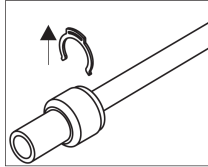

Fig. 1
- húzza ki a biztonsági klipszet a csatlakozóból (Fig. 1)